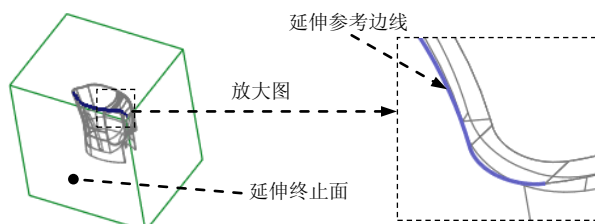
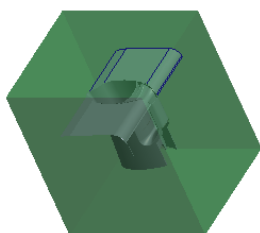

图 17.12 延伸参考边线
图 17.13 延伸曲面 2
- (1) 选取图 17.12 所示的复制曲面的边线（为了方便选取复制边线 and 创建延伸特征，遮蔽参考模型并取消遮蔽坯料）。
- (2) 单击 **分型面** 功能选项卡 **编辑** 区域的 **延伸** 按钮，此时出现 **曲面延伸：曲面延伸** 操控板。
- (3) 选取延伸的终止面。在操控板中按下 **选择** 按钮，选取图 17.12 所示的坯料表面为延伸的终止面。
- (4) 单击 **确定** 按钮，完成延伸曲面的创建。
Step10. 创建图 17.13 所示的延伸曲面 2。